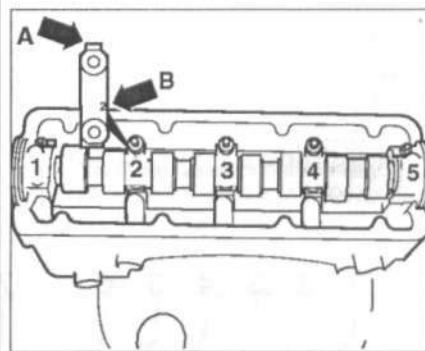

Рис. 3.15. Сначала снимите крышки подшипников 1, 3 и 5. Затем постепенно и накрест ослабьте крышки 2 и 4.
9. Сначала снимите крышки подшипников 1, 3 и 5 (рис. 3.15). Затем постепенно и накрест ослабьте крышки 2 и 4.
10. Установите крышку так, чтобы ушко (стрелка А) и номер крышки (стрелка В) расположились со стороны выпускного коллектора (рис. 3.15).